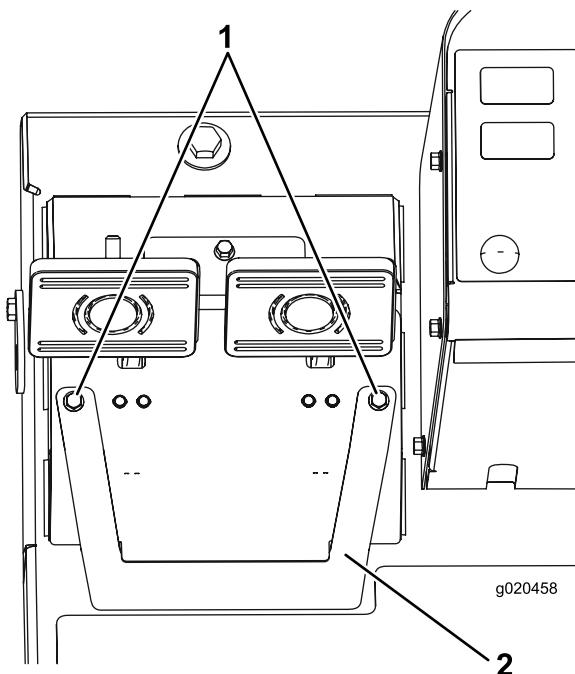

Bild 63
- A. Lösen Sie die zwei Befestigungsschrauben und nehmen die Bremseinstellabdeckung ab (Bild 63).